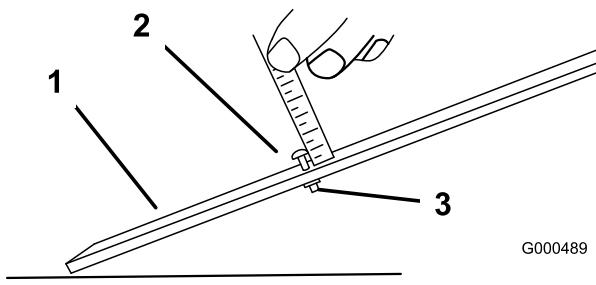

Figura 57
2. Afloje la tuerca de la barra de ajuste (Figura 57) y ajuste el tornillo para la altura de corte deseada. La distancia entre la parte inferior de la cabeza del tornillo y la cara de la barra es la altura de corte.